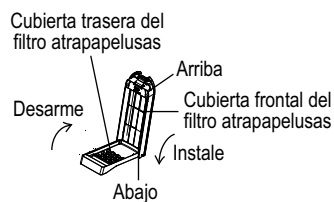

Figura 2
2. Jale la parte trasera del filtro atrapapelusas, y entonces podrá retirarla de la cubierta frontal del filtro atrapapelusas (figura 2).